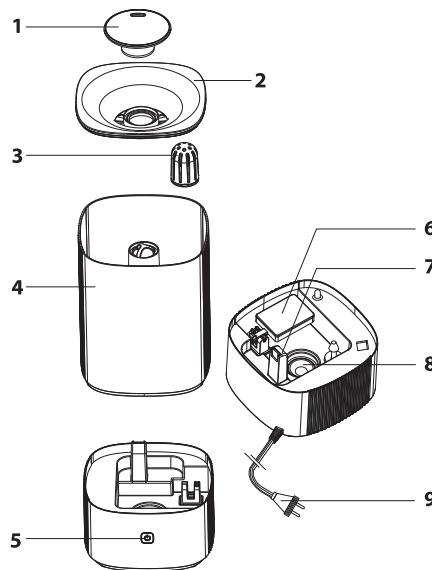
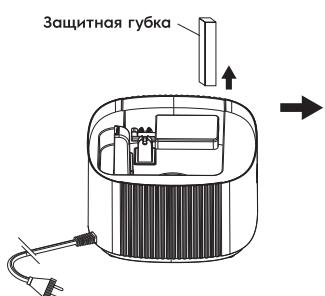

Рис. 1
Рис. 2
3. Налейте чистую воду непосредственно в емкость для воды. Уровень воды не должен превышать отметку MAX внутри бака (рис.2) . Воду можно заливать в воронку для залива воды (рис.1).
При перемещении увлажнителя всегда держите прибор за основание (рис. 1), во избежание падения части прибора, с основными электронными узлами. Если в приборе есть вода, во избежание ее попадания в электронные узлы через шахту вентилятора (рис. 1), держите его горизонтально.